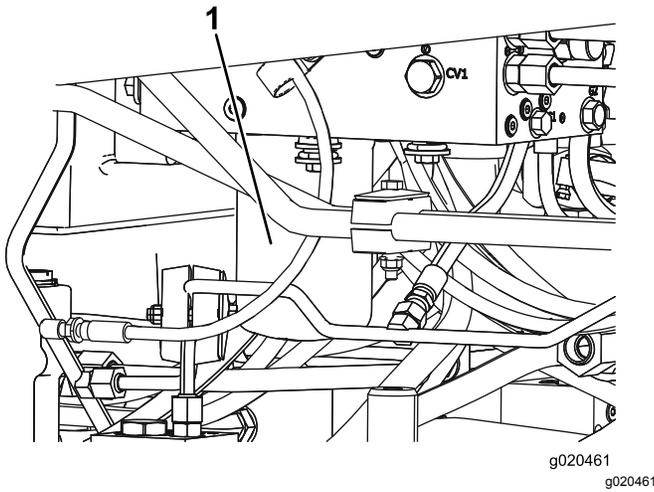

Figura 100
5. Repita el procedimiento con el otro filtro (Figura 100).